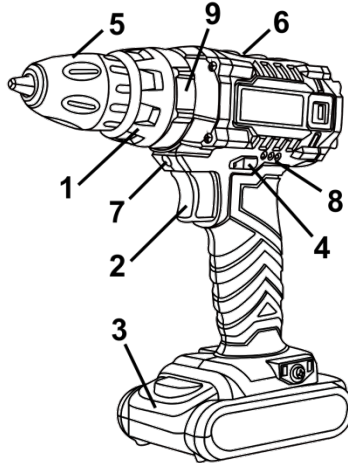

Рисунок 1
4.1.4 Встановіть необхідний крутий момент за допомогою кільця регулятора моменту затягування (1) (див. рисунок 1).